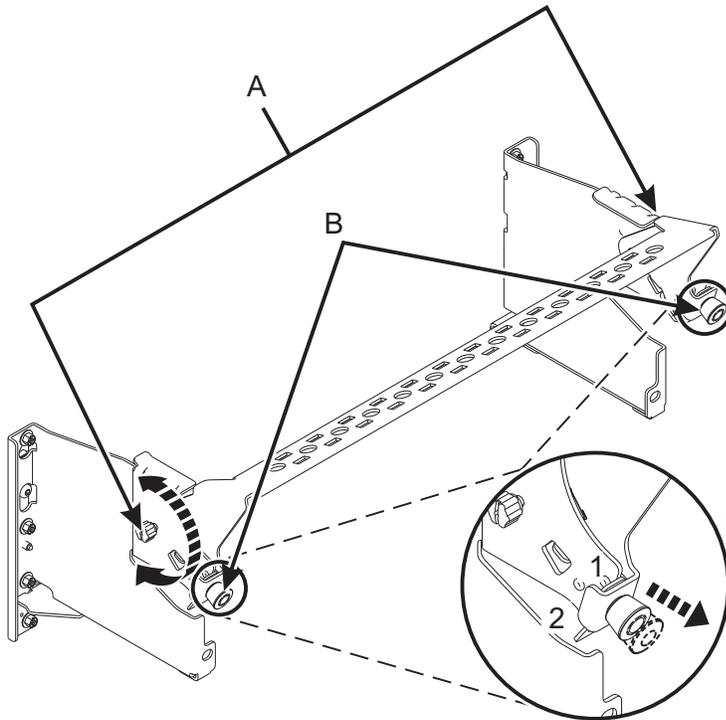

Abbildung 10. Kabelführungshalterung in die Serviceposition bringen
4. Bringen Sie die Kabelführungshalterung in die Serviceposition. Siehe Abb. 10 auf Seite 11.